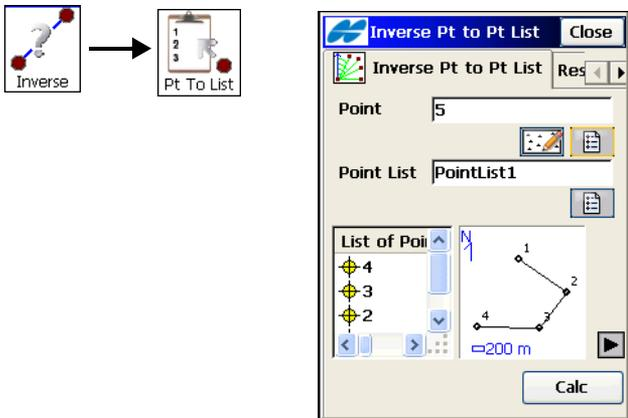

Abbildung 10-2. Richtungswinkel und Strecke für Punktlisten
1. Wählen Sie im Fenster *Riwi&Str (PzPL)* (Abbildung 10-2), einen Punkt und eine Punktliste (Abbildung 10-2).